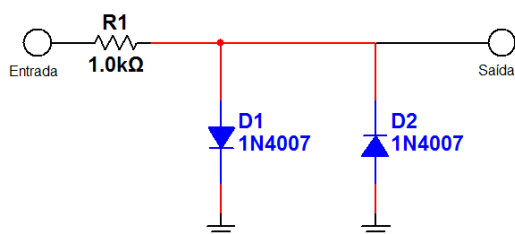

Figura 1.1 – Diodos para limitação de sinal
Na aplicação da Figura 1.1, os diodos são usados para limitar entradas de sinais de baixa amplitude.
- Conecte na entrada do circuito da Figura 1.1 um gerador de função com uma onda de aproximadamente 1kHz (verifique se os botões de atenuação não estão pressionados). Experimente ondas do tipo senoide, triangular e quadrada de diferentes amplitudes e verifique o efeito de ceifamento visto na saída.